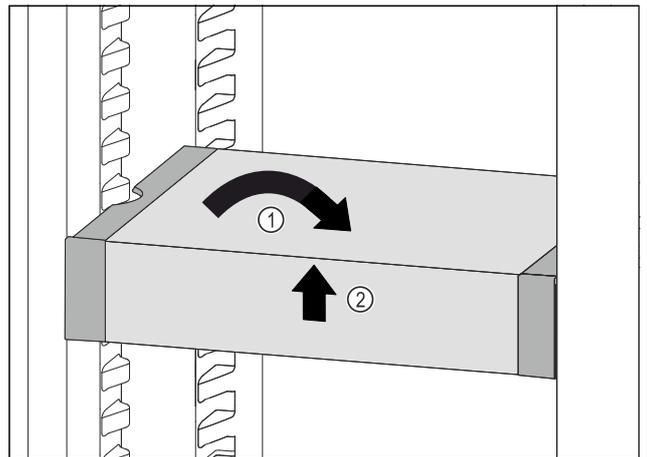

Fig. 32
- ▶ Coloque el VarioSafe en posición recta. Fig. 32 (1)
- ▶ Levante el VarioSafe por la parte delantera. Fig. 32 (2)